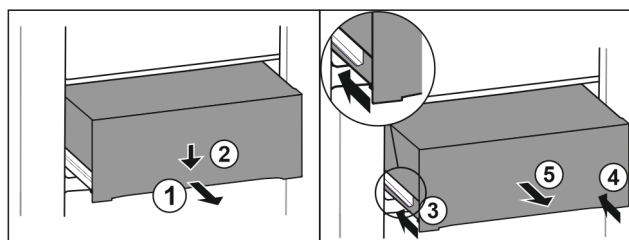

Fig. 151
- ▶ Extraiga el cajón hasta la mitad. Fig. 151 (1)
- ▶ Presionar hacia abajo el cajón de la parte delantera. Fig. 151 (2)
- ▶ Introducir el carril izquierdo unos 2 cm. Fig. 151 (3)
- ▶ Introducir el carril derecho unos 2 cm. Fig. 151 (4)
- ▶ Extraiga el cajón hacia delante. Fig. 151 (5)